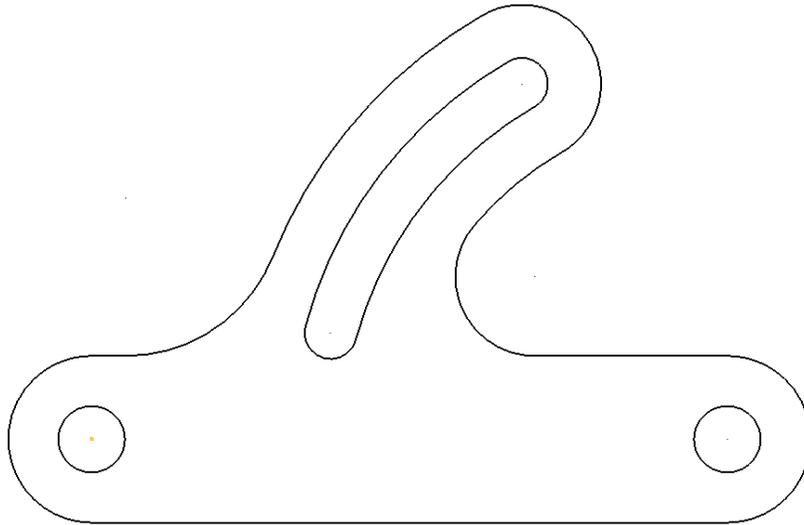

Figura 2.41 Junta.
- Hacer clic en Mostrar las opciones de ediciones generales . Aparece la barra de herramientas de Edición General, seleccionar la opción Modelos de alambre limitados interactivamente , mover el cursor sobre cada línea o parte no deseada y hacer clic con el botón izquierdo del ratón una a una para eliminarlas, ayudarse girando el scroll del ratón para hacer acercamientos de las zonas (Figura 2.41).